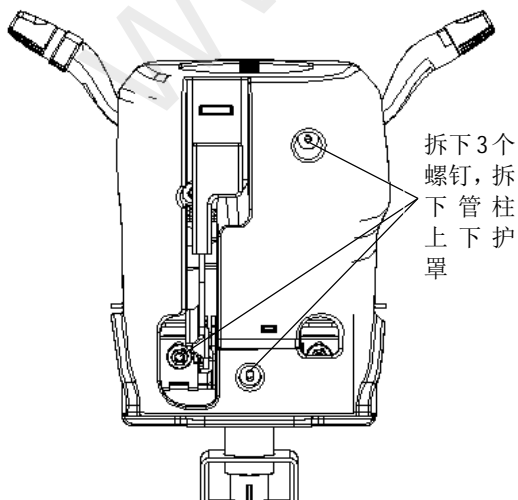

图 5.2-7
(5) 拆下转向管柱护罩。拆下 3 个螺钉，如图5.2-7所示。然后分离转向管柱上下护罩。